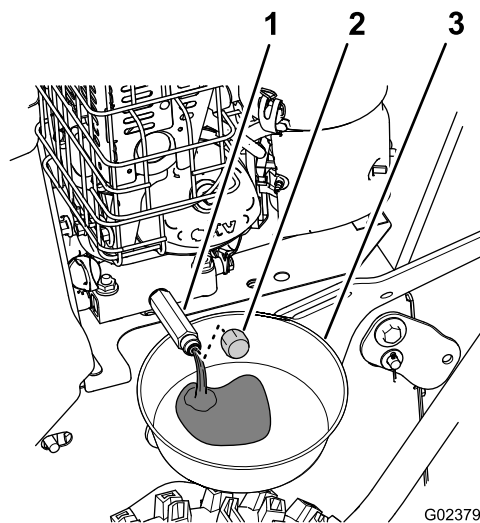

Figura 26
1. Coloque un recipiente debajo del acoplamiento de vaciado y retire el tapón de vaciado de aceite (Figura 26).